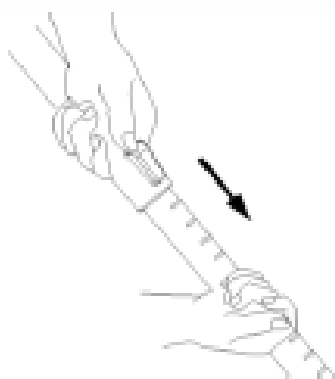

Рис. 3
- Зсуньте вперед (від себе) пластиковий фіксатор на нерухомій частині телескопічної трубки та витягніть її висувну частину на необхідну довжину. Відрегулюйте таким чином довжину телескопічної трубки.(Рис.3)